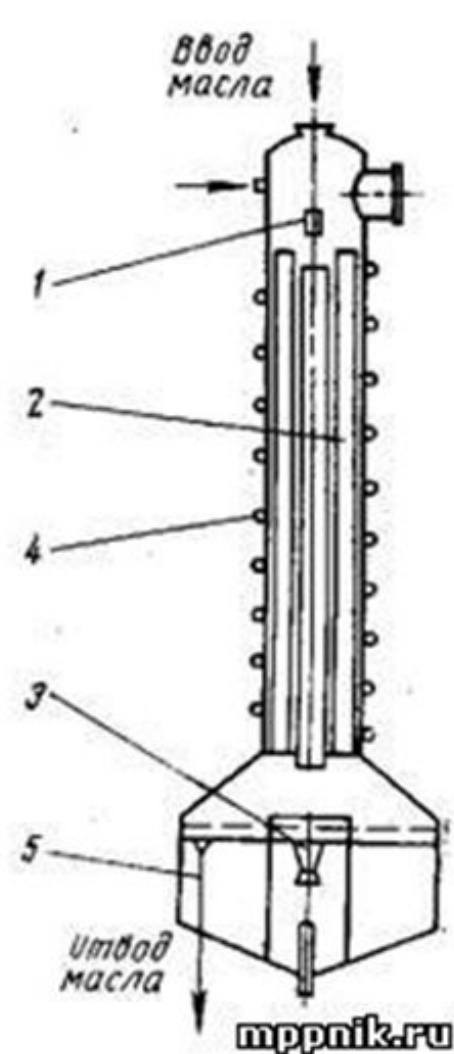

Рис. 7. Дезодоратор:
- После деаэратора масло подогревают до  $150\text{—}160^{\circ}\text{C}$  и подают в дезодоратор (рис. 7).
- Внутри верхней цилиндрической части по пластинам из нержавеющей стали стекает тонкая пленка распыляемого в верхней части аппарата масла, которая хорошо контактирует с водяным паром (3). Обогрев дезодоратора через наружные змеевики и паровую рубашку 4.